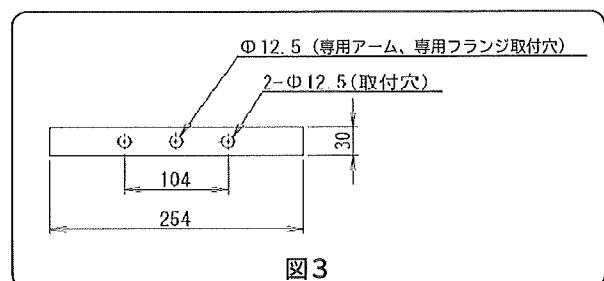

図3
1. 投光器のアームには図3のように取付穴（Φ12.5）が設けてありますので適用ボルトM10で緩みのないように確実に締付けてください。（締付推奨トルク17~24N・m）